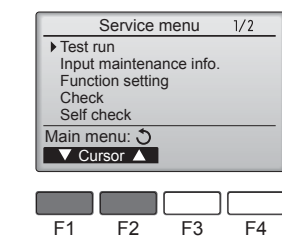

Fig. 6-3
③ Velg "Testkjøring" med [F1] eller [F2]-knappen, og trykk på ✓-knappen. (Fig. 6-3)